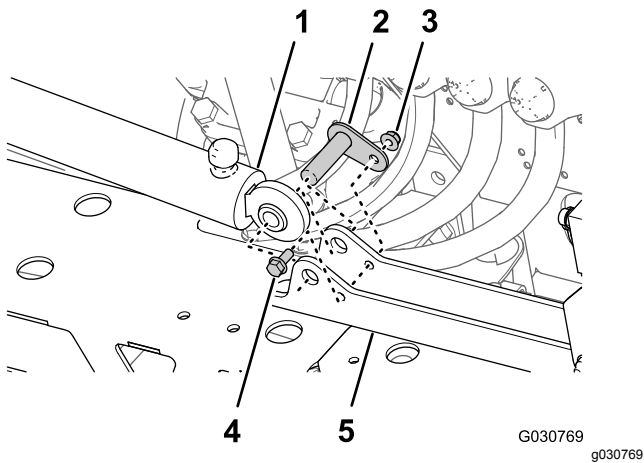

Bild 94
1. Fluchten Sie das starre Ende der Hubzylinder, das Sie in Schritt 4 in Entfernen des Hubzylinders \(Seite 30\) entfernt haben, mit dem 16 mm großen Loch in der Zylinderbefestigung aus (Bild 94).
2. Befestigen Sie den Zylinder mit dem Lagerbolzen, der Bundkopfschraube und Bundmutter an der Zylinderbefestigung (**Bild 94**).